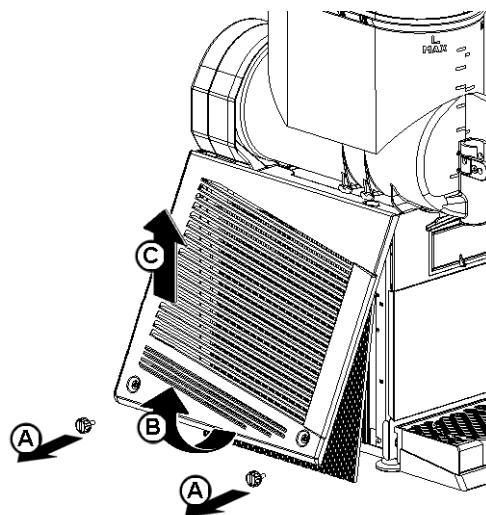

figura 18
- 2 **Ogni mese sui modelli MT 2 ed MT 3:** eliminare la polvere accumulata sul filtro del condensatore. Un filtro ostruito riduce le prestazioni e può provocare un malfunzionamento del compressore. Smontare il solo pannello sinistro (dal lato rubinetto) svitando a mano le viti di fissaggio ricoperte in plastica (vedere figura 18).